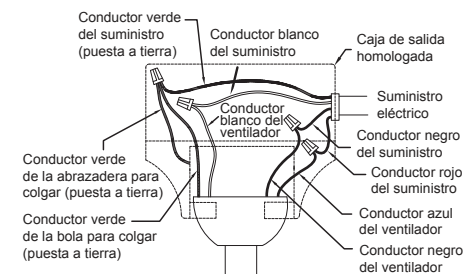

Figura 15B
2. Una vez haya hecho las conexiones, teniendo cuidado de no pillar los cables. Poniendo los cables blancos y verdes a un lado de la caja y los negros hacia el otro lado. Coloque los cables hacia arriba y empújelos cuidadosamente hacia dentro de la caja de la toma de corriente, los cables deben ser colocados de forma extendida poniendo el conductor de la toma de tierra y el conductor de toma de tierra del equipo a un lado de la caja, colocando el conductor sin toma de tierra en el otro lado de la caja. (Figura 15B)